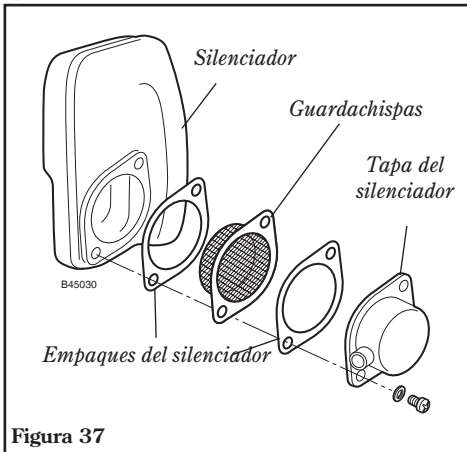

Figura 37
3. Instale la malla del guardachispas o empaque. Consulte la figura 37.